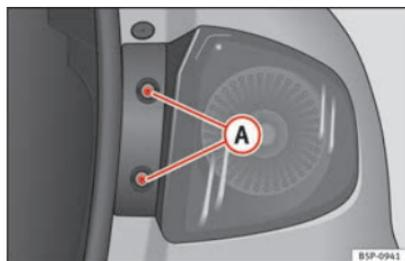

Fig. 190 Feux de position/feux stop.
- Retirez les vis ⇒ fig. 190 **A**.